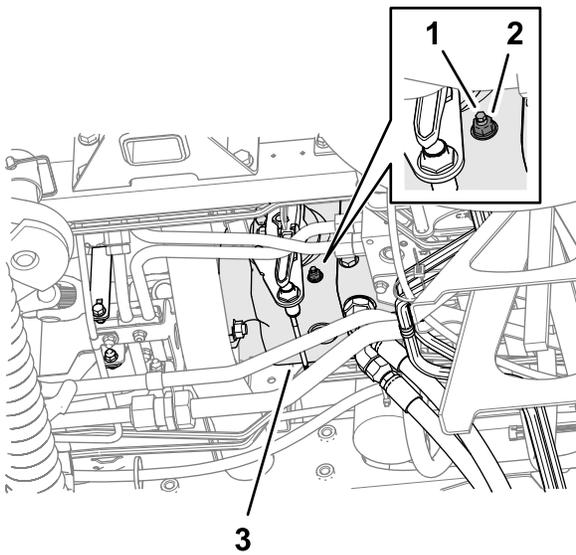

图 89
3. 从机器底部和牵引泵右侧松开固定空档返回调节螺丝的锁紧螺母 图 89。